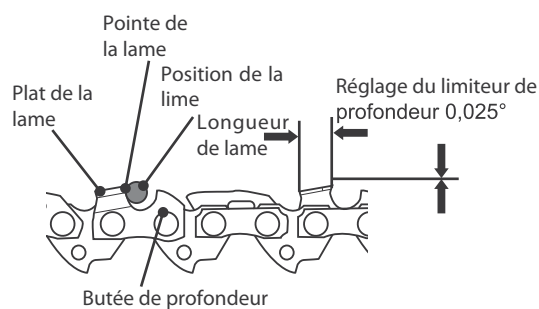

Fig. 52
- > Vérifiez la hauteur des limiteurs de profondeur à l'aide d'un instrument de mesure prévu à cet effet. Ces instruments de mesure sont disponibles dans la plupart des magasins d'outillage (Fig. 52).